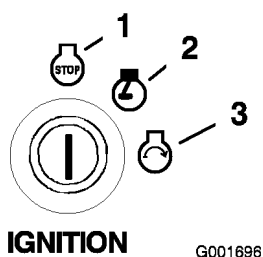

Figure 16
6. Tournez la clé de contact en position Démarrage. Relâchez la clé quand le moteur démarre (Figure 16).
- Tournez la clé de contact à la position contact coupé et retirez-la (Figure 16).